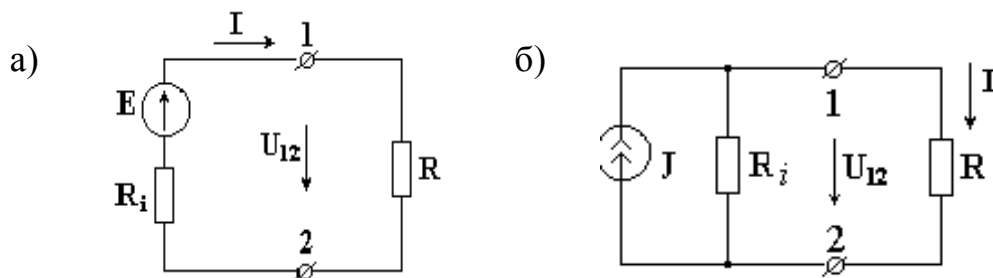

Рисунок 4.1 – Расчетный эквивалент реального источника электрической энергии.
а) источник ЭДС  $E$  с последовательно включенным сопротивлением  $R_i$ , равным внутреннему сопротивлению реального источника (рис. 4.1а; стрелка в кружке указывает направление возрастания потенциала внутри источника ЭДС);
*Источник ЭДС* – это источник, характеризующийся электродвижущей силой и внутренним сопротивлением. Идеальным называется источник ЭДС, внутреннее сопротивление которого равно нулю. На рис. 4.1а изображен источник ЭДС с внутренним сопротивлением  $R_i$ , к зажимам которого подключено сопротивление  $R$ . Стрелка ЭДС направлена от точки низшего потенциала к точке высшего потенциала, стрелка напряжения на зажимах источника  $U_{12}$  направлена в противоположную сторону от точки с большим потенциалом к точке с меньшим потенциалом.
чиной тока и внутренней проводимостью. Условное изображение источника тока показано на рис. 4.1б.